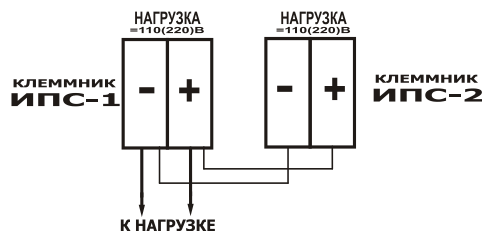

Рис.3
5.9. **ИПС** допускает включение на параллельную работу (см. рис.3)